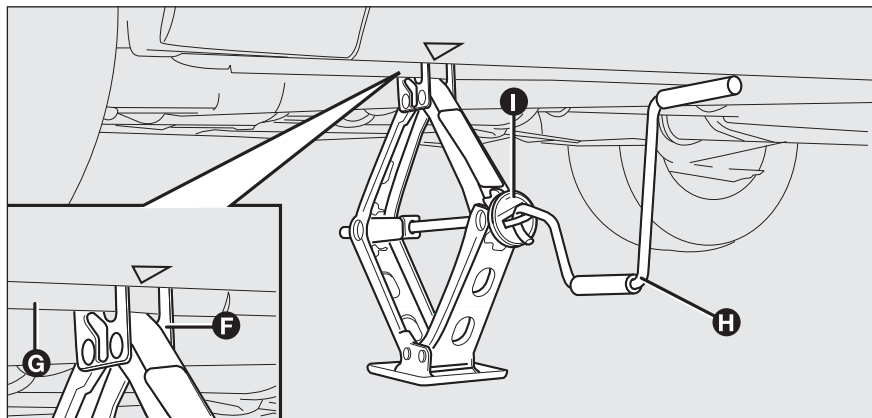

fig. 5
- s'assurer que la rainure **F**-fig. 5 du cric est bien fixée dans l'aillette **G** du longeron;